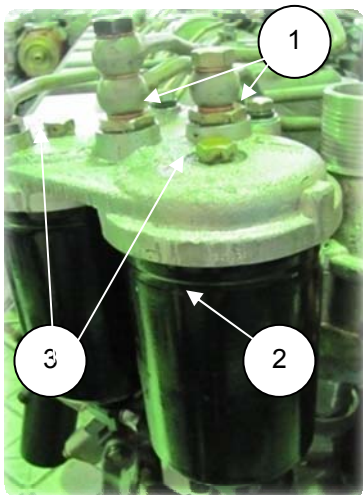

Рис. 6.52
1. Собрать 2 болта М10 (1) с шайбами, установить кронштейн (840.1117152) на правый передний впускной коллектор, ввернуть болты на 2-3 нитки от руки (рис. 6.52);
3. Собрать 2 болта М12 с шайбами, установить фильтр тонкой очистки топлива (2) (850.1117010) на кронштейн, завернуть болты на 2-3 нитки от руки;
4. Завернуть болты окончательно ($S=17$) $M_{кр} = 4,4-6,2$ кгс·м (рис. 6.52);